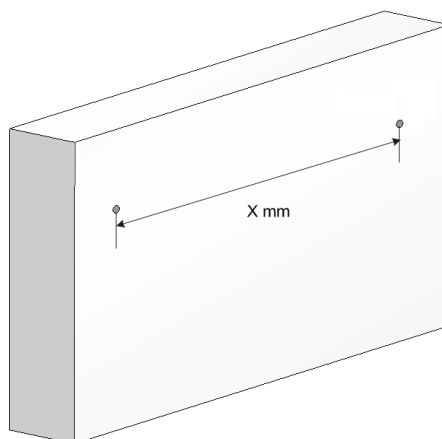

図 3-10 壁面の穴あけ
- 3) 図 3-10に示すように壁面に穴をあけてください。表 3-3に寸法を示します。